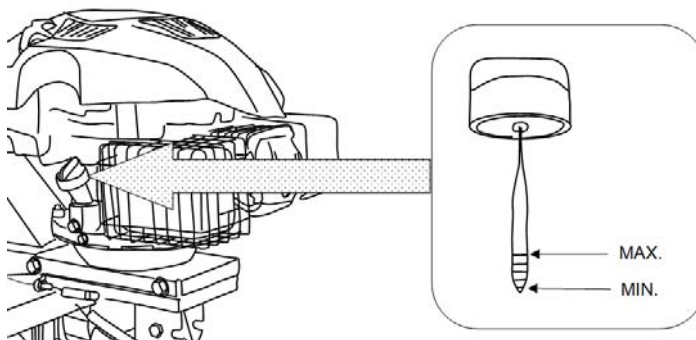

Fig.11
Controllo del livello dell'olio e rifornimento (Fig. 11)
2. Svitare e rimuovere l'asta di livello dell'olio (Fig.11) e pulirla.
4. Il livello dell'olio deve essere compreso tra le tacche "MIN" e "MAX" sull'asta di livello (Fig.11). Se il livello dell'olio è prossimo o inferiore alla tacca di livello minimo sull'asta di livello, aggiungere l'olio raccomandato fino alla tacca di livello massimo. Non riempire eccessivamente.